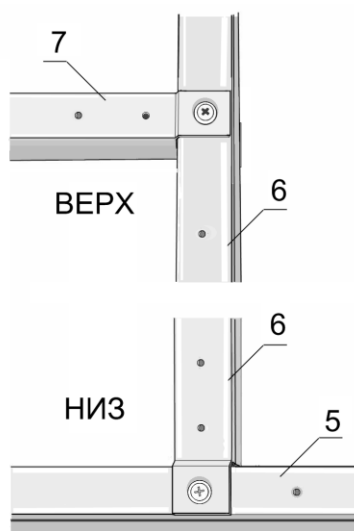
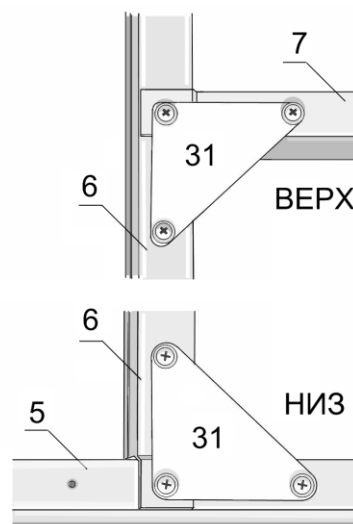

Рис. 5
Рис. 6
- 3.1.4. Крепление саморезов и сборку дверного проема начните с наружной стороны теплицы (рис. 5), так как с внутренней стороны, в местах соединения, необходимо закрепить косынки №31 для фиксации двери (рис. 6).